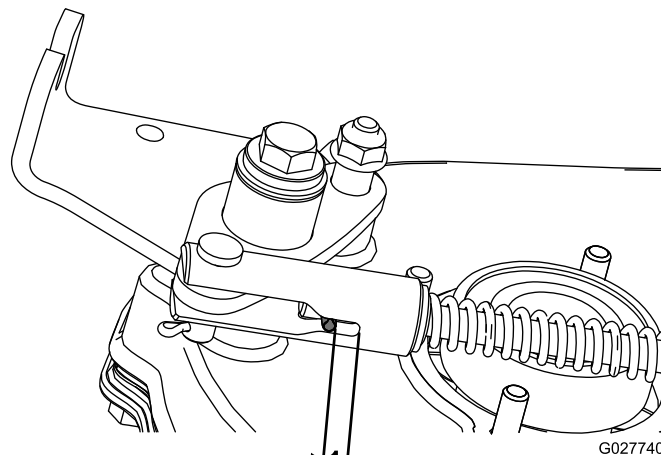

Figura 46
2. Meça a distância do pino de segurança à extremidade da ranhura (Figura 46); se for inferior a 0,8 mm, ajuste a embraiagem de acordo com os passos abaixo.
6. Engate a alavanca de controlo de tração e meça a distância entre o pino de segurança e a extremidade da ranhura (Figura 46). A distância deve ser entre 6 mm e 9,5 mm.